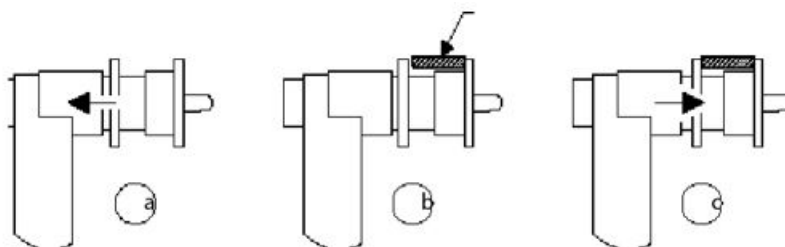

Fig21
- Påfør vægten, som vises i venstre display (indvendig vægt), på Afstands-/Diameter-sensoren som vist i Fig21.